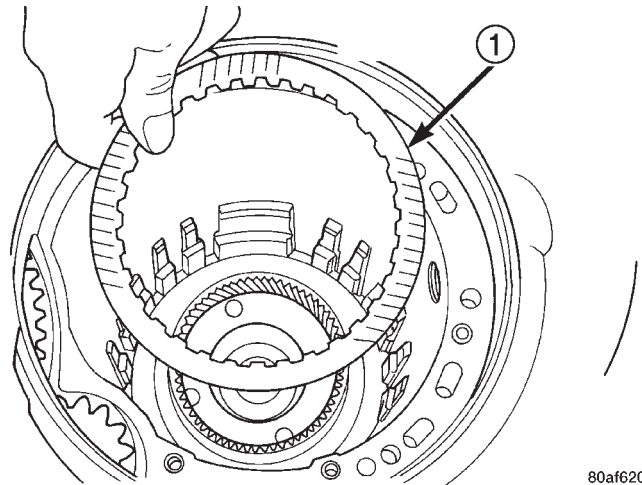

Fig. 41 Desmontaje de un disco
(33) Retire un disco de embrague baja y marcha atrás (Fig. 41).